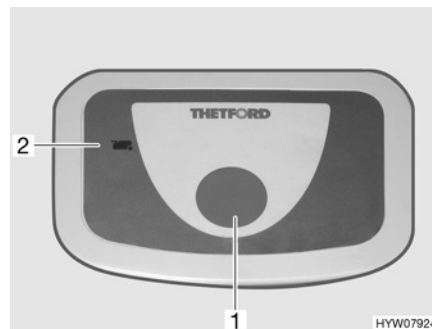

Bild 115 Spülknopf/Kontroll-Leuchte (Thetford-Toilette)
- Zum Spülen den blauen Spülknopf (Bild 115,1) drücken.
Die Kontroll-Leuchte (Bild 115,2) leuchtet, wenn der Fäkalientank entleert werden muss.